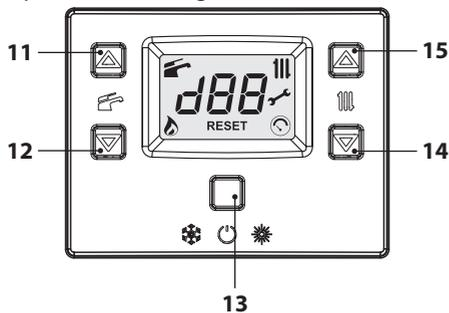
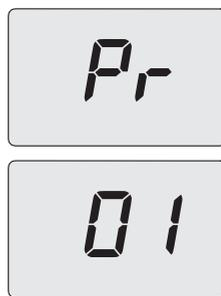
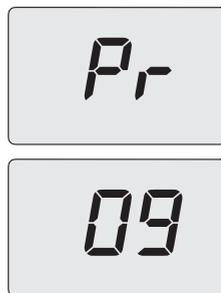

Figura 9.8
Figura 9.9
Figura 9.10
- Entre en la "modalidad de programación" pulsando simultáneamente durante 10 segundos los botones 13 - 14 - 15 (Figura 9.8) hasta que aparezcan en el display LCD las letras **Pr** alternadas con el número del parámetro **01**, indicando que se ha entrado en el "parámetro 01" (Figura 9.9).
- Desplace los parámetros mediante los botones 14 o 15 (Figura 9.8) hasta que aparezcan en el display LCD las letras **Pr** alternadas con el número del parámetro **09**, indicando que se ha entrado en el "parámetro 09" (Figura 9.10).
- Utilizando los botones 11 o 12 (Figura 9.8) se pueden desplazar los valores de regulación.
- Seleccione el parámetro **1** y pulse el botón 13 (Figura 9.8) para confirmar. El display muestra **LP** alternado con la temperatura mínima en agua sanitaria (Figura 9.11).
- Para salir, pulse el botón 13 (Figura 9.8) y desconecte la alimentación eléctrica.